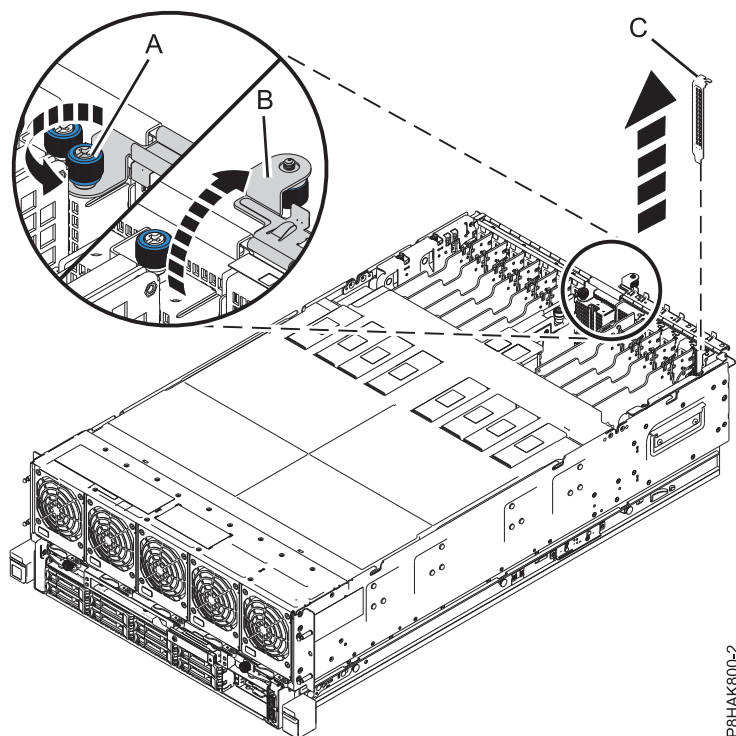

図 3. 8408-44E または 8408-E8E システムの PCIe アダプター・スロットからのフィラーの取り外し
- a. 入出力保持ブラケットの拘束つまみねじを、完全に緩むまで回します。図 3 の (A) を参照してください。
- b. 入出力保持ブラケットを、上方にシステムから離す方向に回転させて、開きます。図 3 の (B) を参照してください。
- c. フィラーを取り外すには、フィラー (C) の上端またはテール・ストックを注意して持ち、システムから取り外します。図 3 を参照してください。